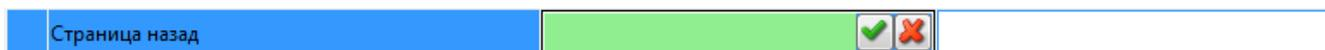

Рисунок 62 – Задание функций клавишам
- для присвоения какой-либо клавише функцию нужно дважды нажать с помощью левой кнопкой мыши на ячейку во втором столбце. При этом выбранная позиция примет вид, показанный на рисунке (Рисунок 62);
- нажать на клавиатуре или мыши кнопку (или сочетание кнопок), которой предполагается присвоить данную функцию. При этом на зеленом фоне появится буквенное обозначение нажатой кнопки (Рисунок 62);